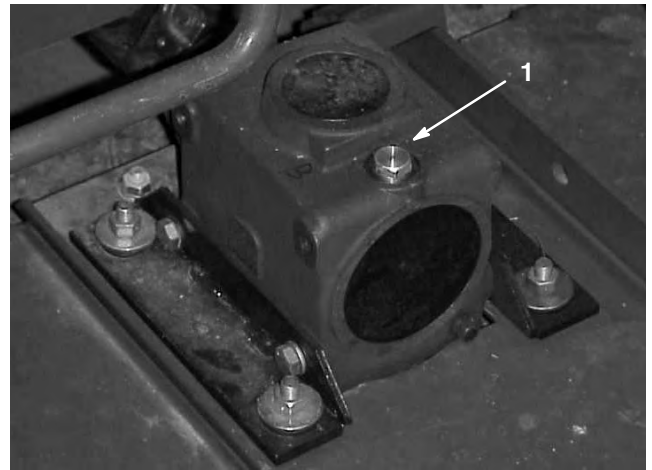

Bild 25
2. Stellen Sie die Zugmaschine und das Mähwerk auf eine ebene Fläche und senken Sie das Mähwerk ab. Nehmen Sie den Peilstab bzw. die Füllschraube oben vom Getriebe ab (Bild 25) und stellen Sie sicher, dass der Schmiermittelstand zwischen den Marken am Peilstab liegt. Wenn der Schmiermittelstand niedrig ist, füllen Sie SAE 80–90 wt. Schmiermittel ein, bis der Stand zwischen den Marken liegt.